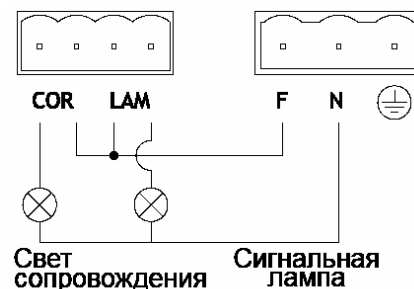

Рис. 3.
- Обратите внимание на схему подключения сигнальной лампы и лампы освещения, поскольку выходы для подключения соответствующих устройств, представлены беспотенциальными «сухими» контактами (Рис. 3)